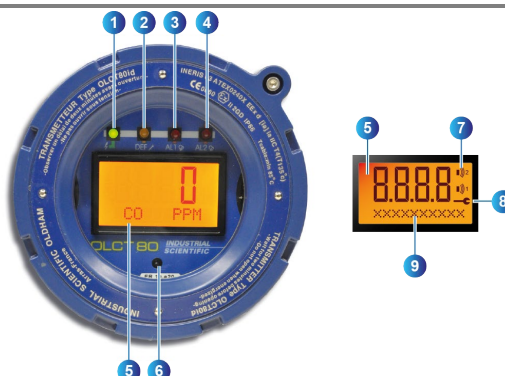

Рис. 4. Передняя панель.
2.	Цифровой дисплей и индикаторы. См. подробнее на Рис. 4.